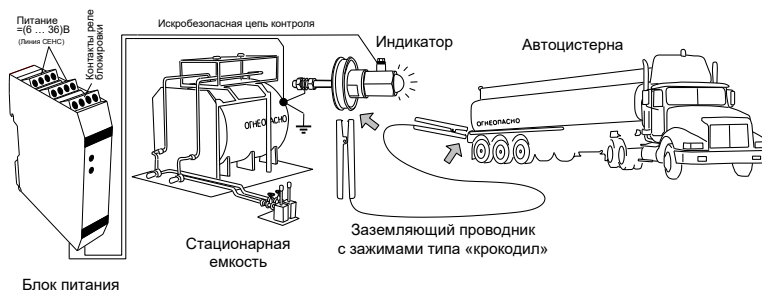

Рисунок 1.2 - Назначение устройства
предназначено для заземления транспортных резервуаров – авто- и железнодорожных цистерн – с целью снятия зарядов статического электричества при проведении операций наполнения / опорожнения легковоспламеняющимися жидкостями и формирования сигналов разрешения выполнения технологических операций в виде изменения положения переключающих контактов реле при наличии заземления (рисунок 1.2).
1.1.2 Область применения устройства – автозаправочные станции жидким и газообразным топливом, нефтебазы и склады нефтепродуктов, склады сжиженных углеводородных газов (СУГ), нефтеперерабатывающие предприятия и другие объекты, где требуется заземление для снятия зарядов статического электричества при выполнении технологических операций и блокировка их выполнения при отсутствии заземления. Устройство устанавливается на пункте наполнения / опорожнения транспортных резервуаров (рисунок 1.2).